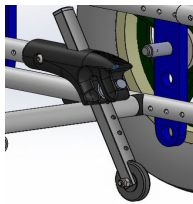

fig. 5.1
Le routine possono considerarsi in presa (fig. 5.1) se si trovano ad una distanza compresa tra 25mm e 40mm dal pavimento; se posizionate troppo in alto non riducono il rischio di ribaltamento, se troppo in basso possono urtare contro eventuali ostacoli.
- verso il basso funzionamento in presa come fig. 5.1